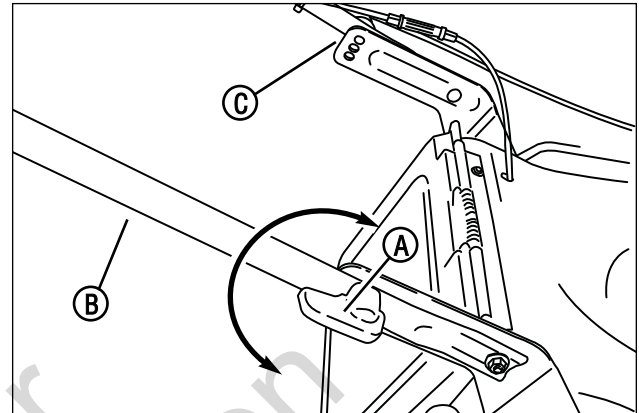

Figura 5: ajuste de la altura de la manija
1. Gire las dos levas de sujeción **(A, Figura 5)** un cuarto de vuelta, para desbloquear el conjunto de la manija **(B)**.